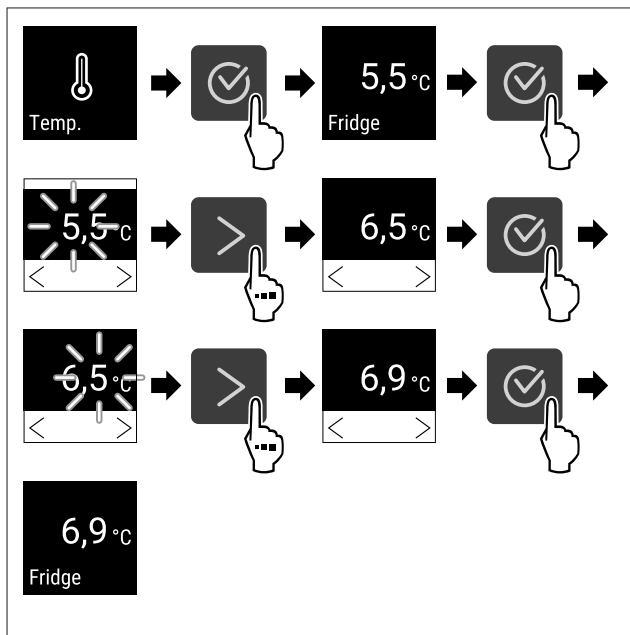

Fig. 68 Hőmérsékletváltozás 5,5°C-ról 6,9°C-ra
- ▶ Végezze el a gyakorlati lépéseket (lásd Fig. 68).